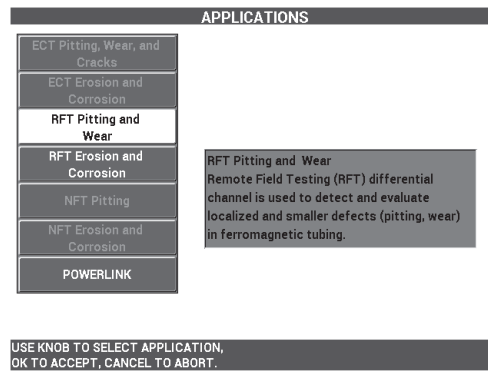

Abbildung 5-192 Anwendung RFT Lochfraß und Verschleiß
2. Wählen Sie die Funktionstaste **A** für **WEITER** aus und wählen Sie dann mit dem Drehknopf **RFT Lochfraß und Verschleiß** aus. Drücken Sie zur Bestätigung(✓) (siehe Abbildung 5-192 auf Seite 282).